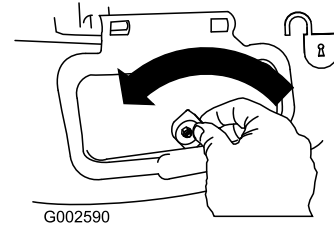

Figura 23
1. Desbloquee la puerta de descarga lateral (Figura 23).